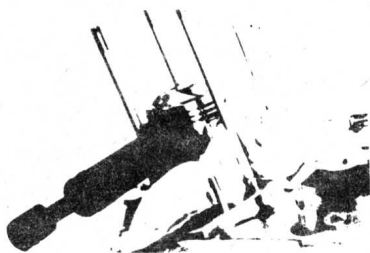

图 1-27
(15) 取下活塞销锁环后, 取下活塞销, 可使用活塞销拆卸器。若无此工具, 在拆卸时要避免使连杆小头受力, 以免弯曲连杆, 要小心不要让活塞销锁环掉入曲轴箱, 如图 1-27 所示。